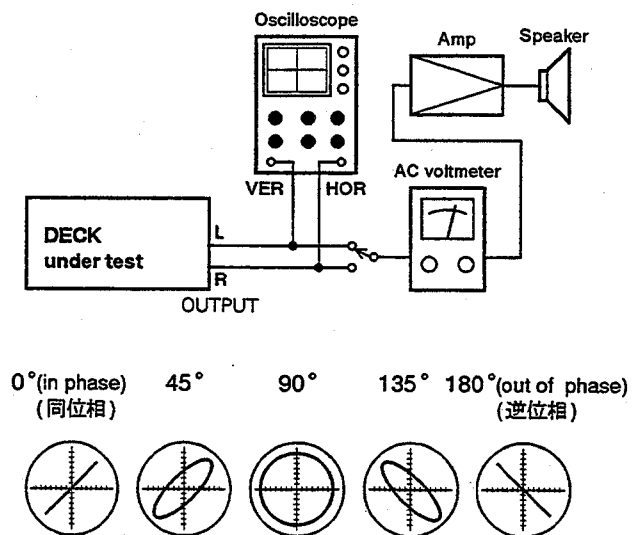

Fig. 2-5
- 6). As shown in Fig. 2-5, hook up the measuring instruments.
- 6). 図2-5のように測定器を接続する。
- 6). Hook up the measuring instruments as shown in Fig. 2-5.
- 4). As shown in Fig. 2-5, hook up the measuring instruments.